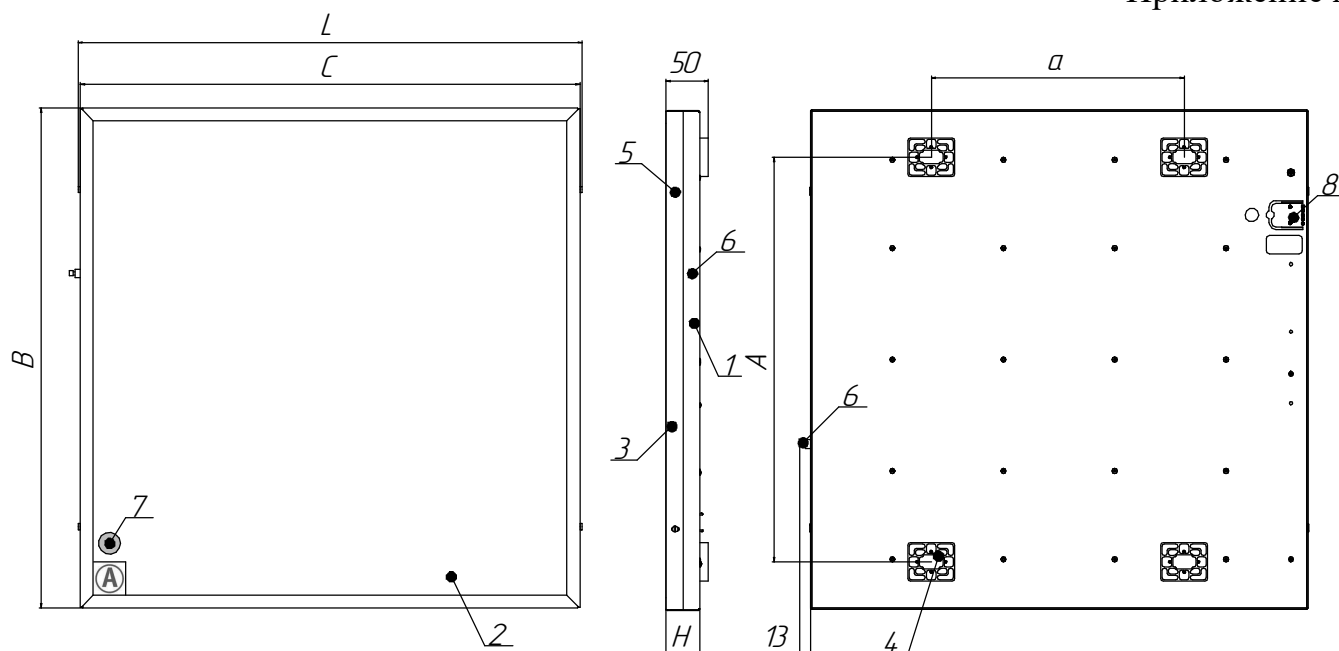

Рисунок 1 - Общий вид светильников
1) Снимите боковую планку поз.3, отвернув удерживающие ее винты поз.5 (см. рисунок 1).
2) Снимите рассеиватель поз.2, выдвинув его со стороны боковой планки (см. рисунок 1).
5.6. Подайте напряжение питания по некоммутируемой сети освещения. Индикатор заряда должен зажегся (см. рисунок 1, поз.7). Если индикатор заряда не зажегся, то необходимо проверить правильность подключения светильника. Затем подайте напряжение питания по коммутированной сети освещения. Если светильник не светит, то так же проверьте правильность его подключения.
Кнопка "Тест": выключите светильник. Зажмите кнопку на торце светового прибора (см. рисунок 1, поз. 6). Источник питания светильника переключится в аварийный режим, напряжение на светодиодные модули будет подаваться от аккумулятора. Для возврата в рабочий режим, отпустите кнопку ручного тестирования.